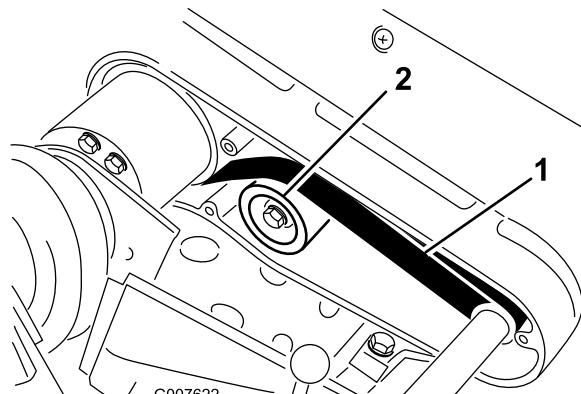

Figure 38
- A. Desserrez l'écrou de fixation de la poulie de tension et faites pivoter la poulie dans le sens horaire contre l'arrière de la courroie jusqu'à ce que vous obteniez la tension voulue (Figure 38).
2. Contrôlez la tension en exerçant une force de 22 à 26 N à mi-distance entre les poulies (Figure 38).